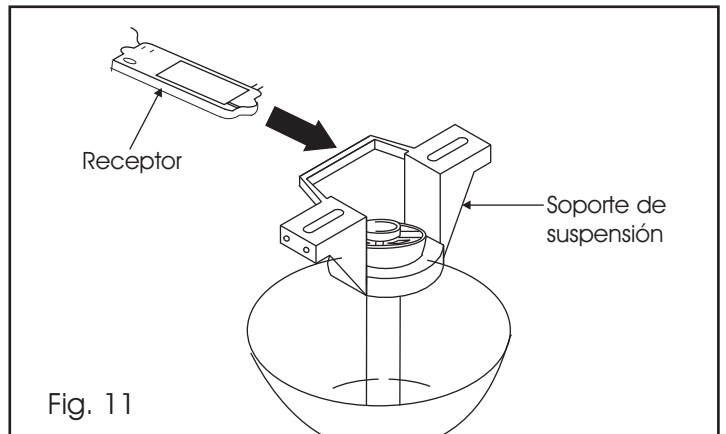

Fig. 11
Paso 1. (Fig. 11) Instale el receptor en la abrazadera de montaje, el lado plano debe quedar hacia arriba.